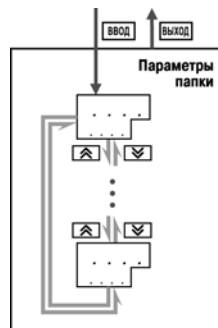

Рисунок 11.4 – Перемещение по параметрам папки
- Перемещение между параметрами осуществляется кнопками и (циклически в любую сторону) (рисунок 11.4). При этом мигает имя параметра на ЦИ1.